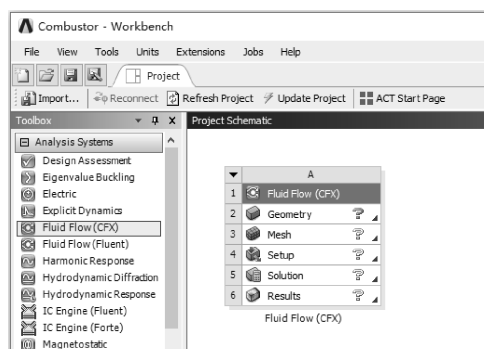

图 11-83 创建 CFX 燃烧室燃烧和辐射分析
(1) 在工具箱【Toolbox】的【Analysis Systems】中双击或拖动流体动力学分析【Fluid Flow (CFX)】到项目分析流程图，如图 11-83 所示。
(2) 在 Workbench 的工具栏中单击【Save】，保存项目实例名为 Combustor.wbpj。工程实例文件保存在 D:\AWB\Chapter11 文件夹中。